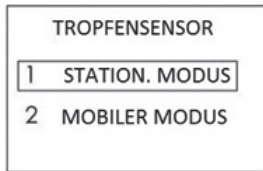

Abb. 48: Tropfsensor Einstellungen
- Sie können nun mit der - und -Taste zwischen den beiden Modi wählen (Abb. 48). Bestätigen Sie Ihre Auswahl mit der -Taste.